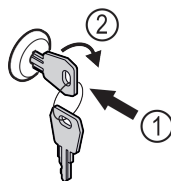

Fig. 181
- ▶ Klíč zasuňte dovnitř. Fig. 181 (1)
- ▶ Otáčejte klíčem o 90° ve směru hodinových ručiček. Fig. 181 (2)